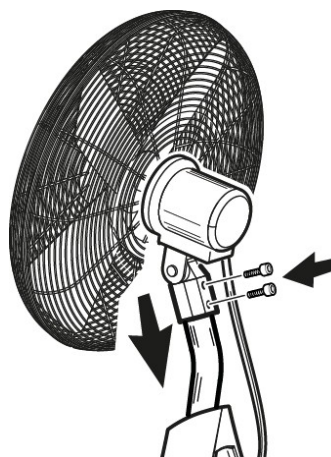

Рис. 5
- 4- Установите вентилятор с двигателем на опорный стержень с помощью торцевых винтов из комплекта поставки (Рис. 5).